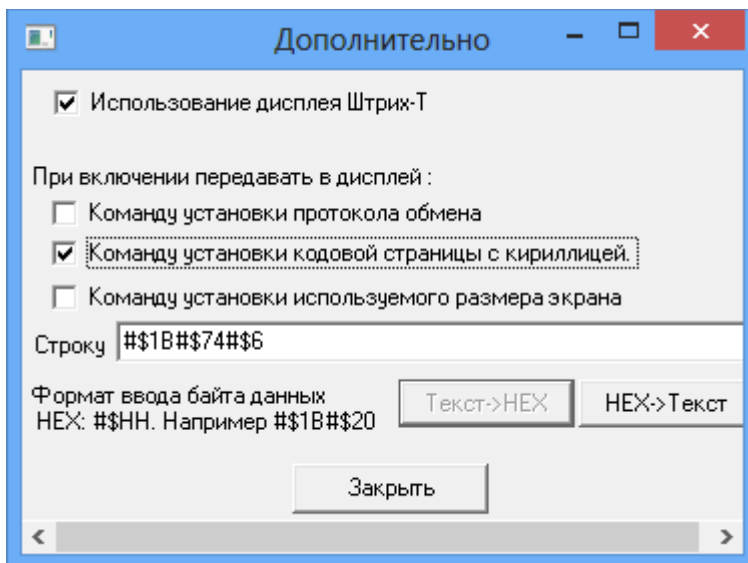

Рис. 20
- Нажмите кнопку «Дополнительно» и в открывшемся окне задайте параметры как на рис.20. (для отображения на дисплее текста на русском языке) и нажмите «Закреть»